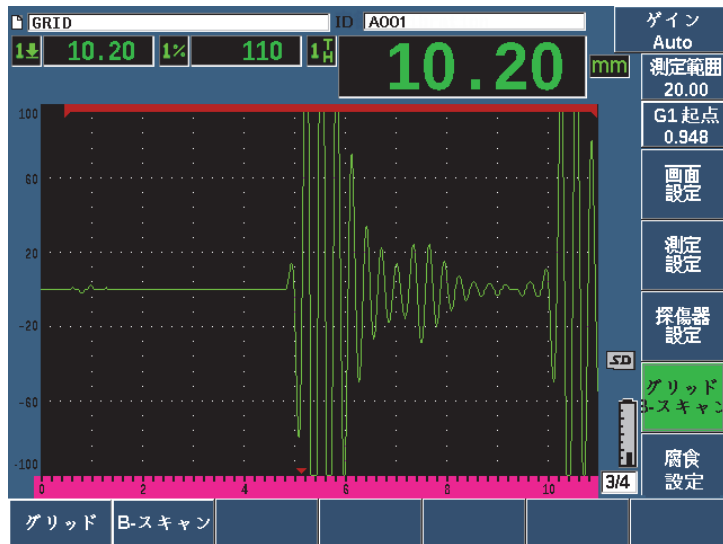

図 11-44 B- スキャンメニュー項目
1. 303 ページの図 11-44 に示すように **B-** スキャンメニュー項目（グループ 3/4）に移動します。